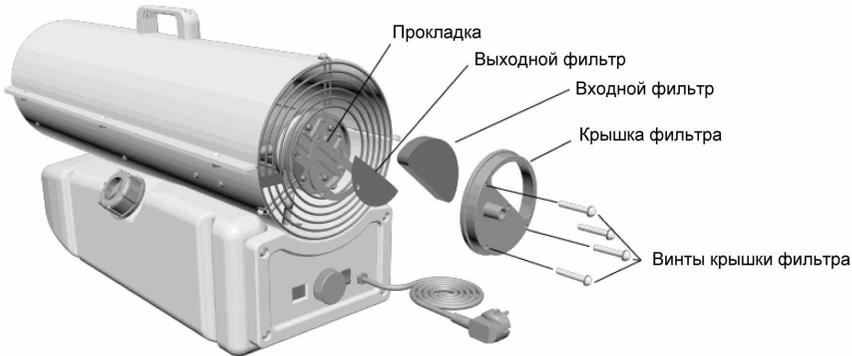

Рис. 8
1. Извлеките фильтрующий элемент из корпуса фильтра (рис. 8).
1. Извлеките входной фильтрующий элемент (рис. 8).